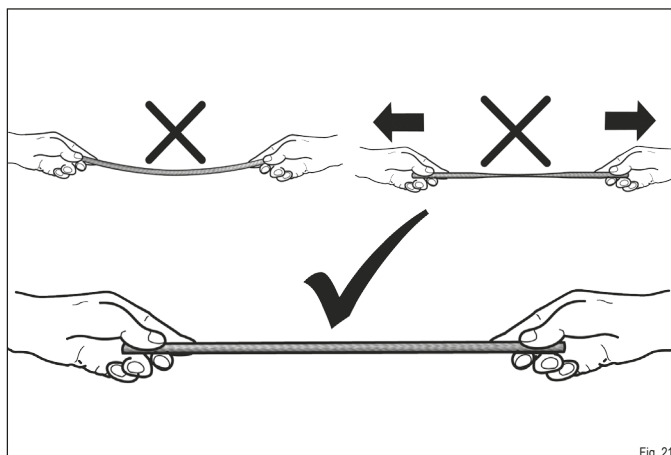

Fig. 21
- ▶ Lors de l'installation du joint, veillez à ce qu'il ne soit pas étiré et soit légèrement comprimé (Fig. 21).